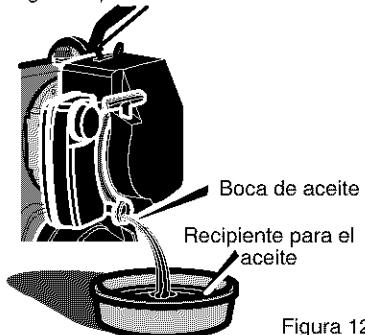

Figura 12
2. Coloque una bandeja para drenar el aceite debajo de la boca de aceite (Vea la Figura 12).